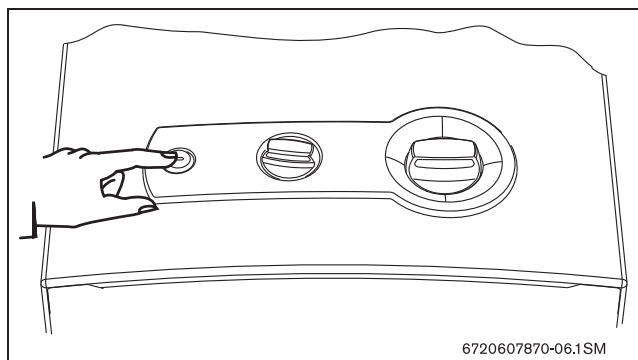

Fig. 5
- Para tal fin, basta conectar el interruptor (→Fig. 5).